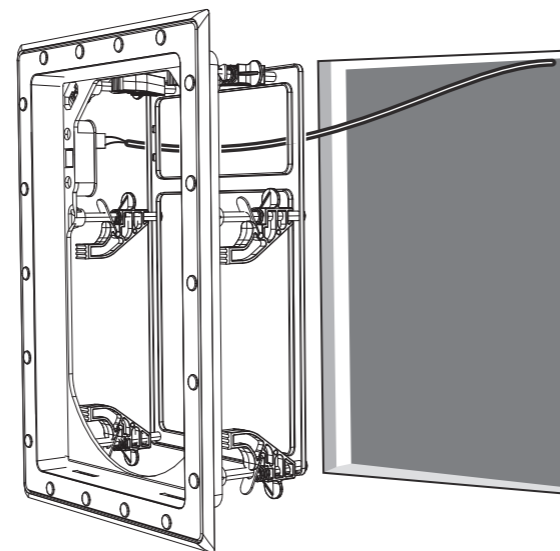

Fig. 8. Installing the Frame into the Wall
1. Tryck försiktigt in ramen i väggöppningen och se till att inte klämma in eller klämma i högtalarkablarna (fig. 8).